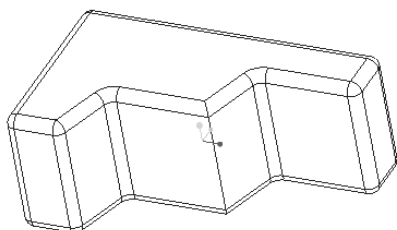

图 6-121 自动倒圆角效果
5) 单击“自动倒圆角”选项卡中的  (完成) 按钮，完成自动倒圆角处理的结果如图 6-121 所示。